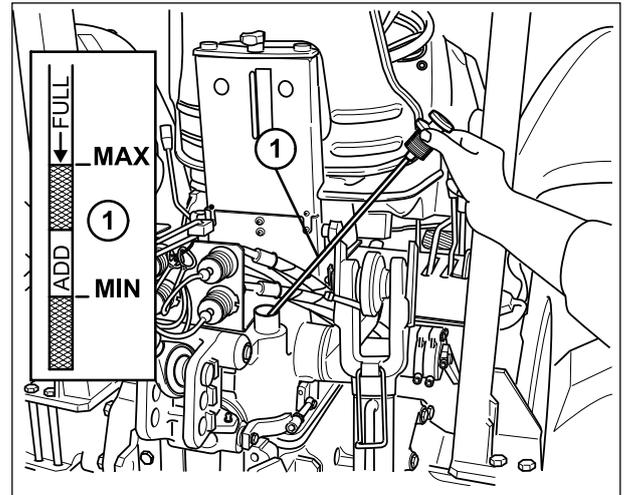

Fig. 5-5.
Nível de óleo: transmissão mecânica, redutores traseiros, circuito do elevador e circuito da direcção. (Fig.5-5)
O nível de óleo da transmissão deve estar acima do ponto médio, entre as duas marcas de mínimo e máximo da vareta de controlo (Fig. 5-5) quando os braços do elevador se encontrarem em posição alta: se for necessário, ateste o nível enchendo com óleo do tipo prescrito pelo bocal de enchimento (1).